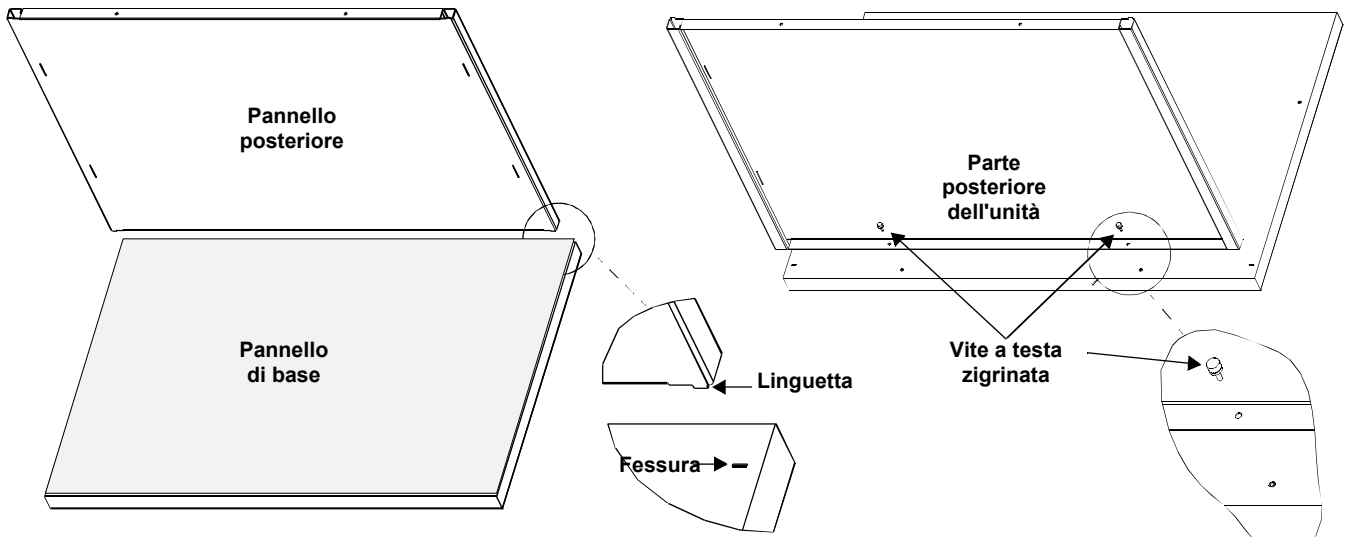

Figura 2. Pannello posteriore fissato al pannello di base
4. Inserire le linguette del pannello posteriore (2) nelle fessure posteriori del pannello di base (1). Fissare il pannello posteriore a quello di base, serrando le due viti a testa zigrinata come illustrato nella Figura 2.